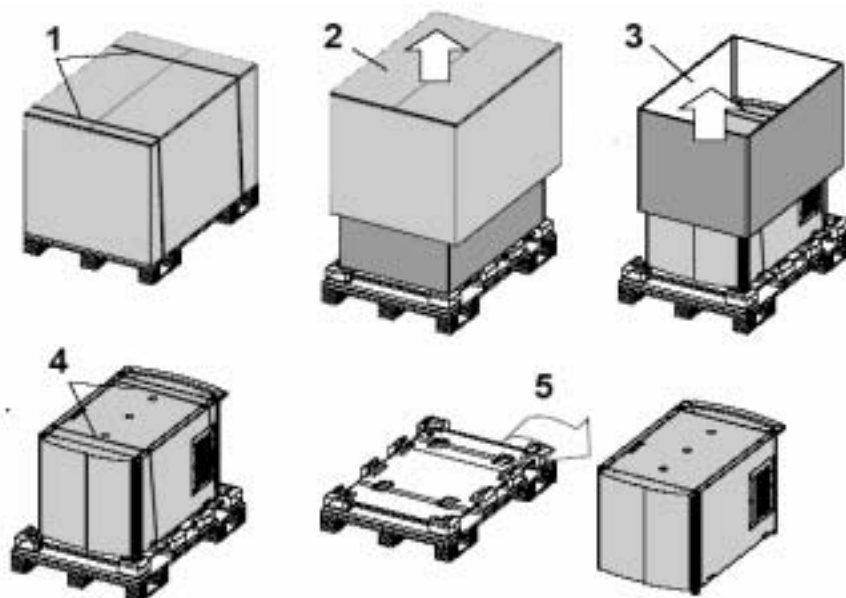

图 5-4 数字放映机底座的開箱与装箱
1. 将包装好的数字放映机底座运到安装场地，并将其放在木板架上。（图 5-4）